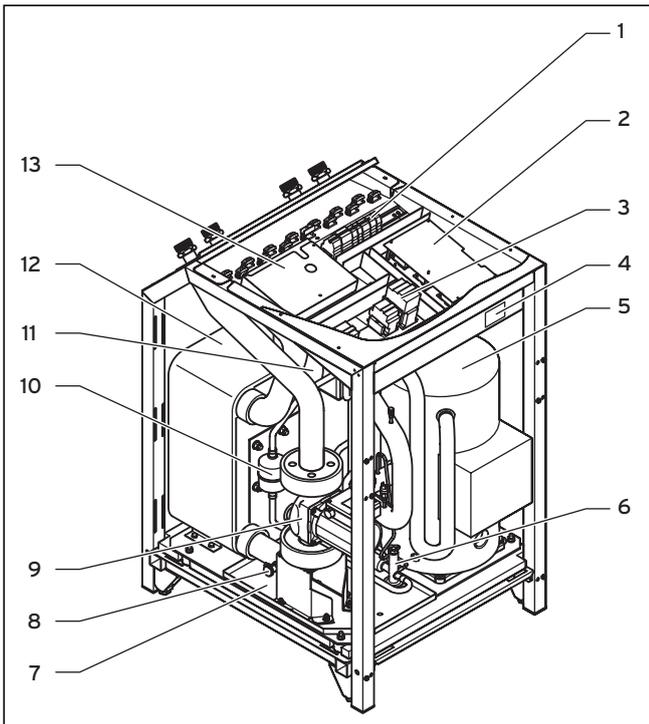
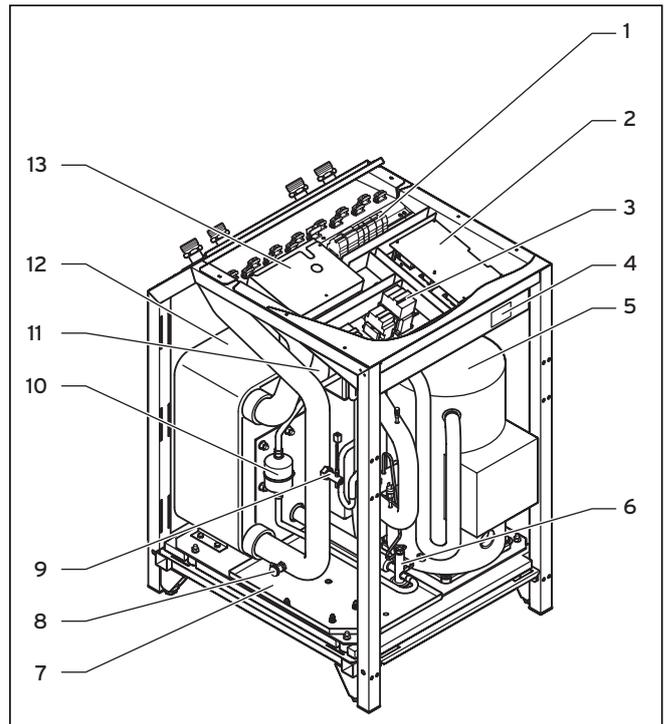

Abb. 3.5 Vorderansicht geöffnet (VWS)
Abb. 3.6 Vorderansicht geöffnet (VWW)
Um Kondensatanfall im Geräteinneren zu verhindern, sind die Leitungen des Solekreises/des Brunnenwasserkreises und des Kältemittelkreises kälteisoliert. Sollte doch Kondensat auftreten, wird es in einer Kondensatwanne (7) (→ Abb. 3.5) und (→ Abb. 3.6) gesammelt und unter die Wärmepumpe geleitet. Tropfenbildung unter der Wärmepumpe ist also möglich.